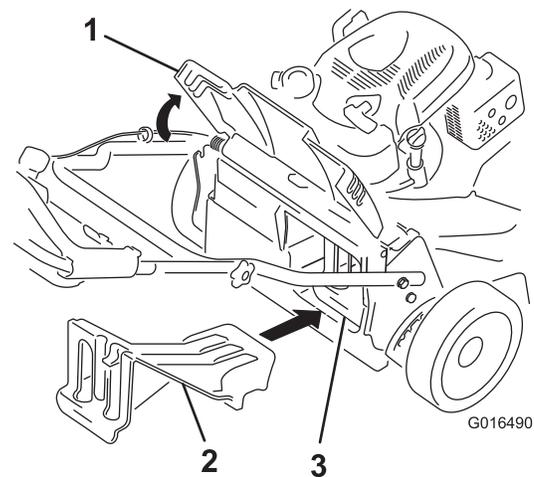

Figure 24
- Si l'obturateur d'éjection arrière n'est pas installé, saisissez-le par la poignée, relevez le déflecteur arrière et insérez-le dans la goulotte d'éjection arrière jusqu'à ce que le dispositif de verrouillage s'enclenche; voir Figure 24.
Important: Assurez-vous que l'obturateur de l'éjecteur arrière est en place avant de procéder au recyclage (Figure 24).